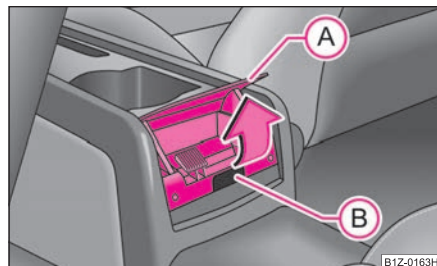

Fig. 95 Consola centrală inferioară: Scrumiera spate
- Prindeți capacul scrumierei de partea de jos (A) și rabatați-l în sensul săgeții ⇒ fig. 95.